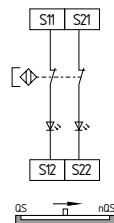

Fig. 18
**Comando de dois canais de interruptores magnéticos conforme EN 60947-5-3 (ver Fig. 18)**